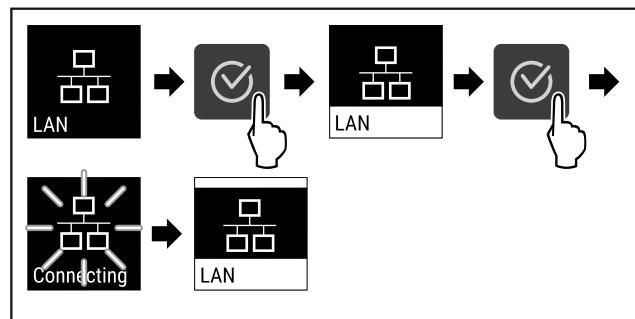

Fig. 91
- Kryeni hapat e veprimit (shihni Fig. 91).